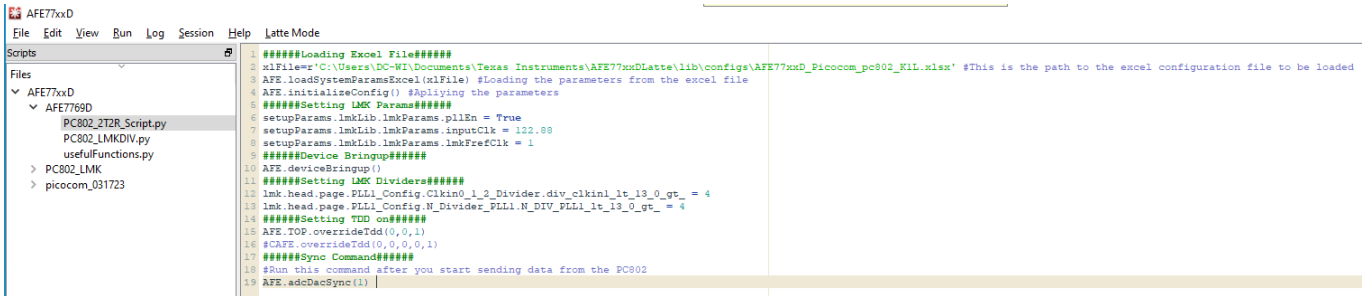

图 3-6. RNS802 脚本
4. 在左侧树视图中打开 PC802_2T2R_Script.py 脚本，如 图 3-6 中所示。